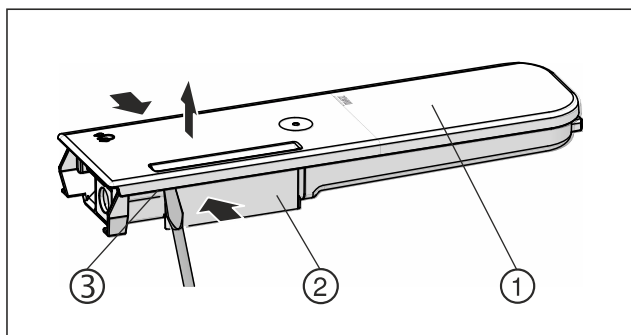

Fig. 128
- ▶ Pres vandbeholderen Fig. 128 (2) sammen, og vip forsigtigt låget op Fig. 128 (1) via låsetapperne Fig. 128 (3), og træk det op.
- ▶ Bevæg låget Fig. 128 (1) let frem og tilbage, og tag det op og ud.